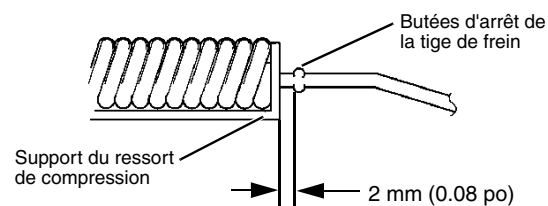

FIGURE 28
- Se reporter à la Figure 28. Mesurer la distance entre l'intérieur des butées d'arrêt de la tige de frein et l'extérieur du support du ressort de compression (situé au-dessous du repose-pied sur le côté gauche de la transmission). La distance doit être de 2 à 10 mm (0.08 à 0.40 po).